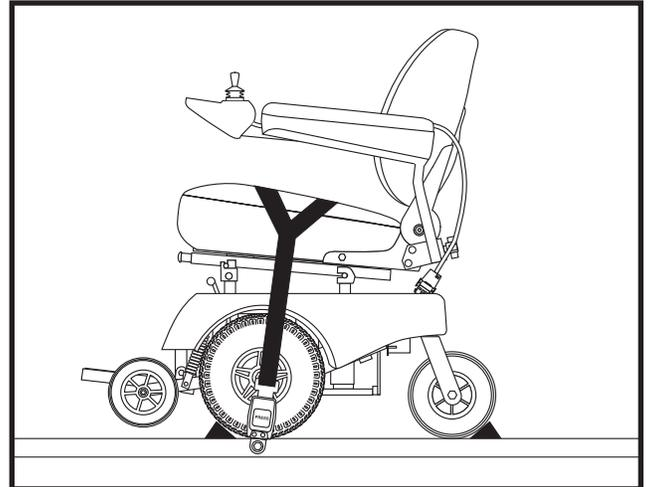

Figure 10. Y – Positionnement de la sangle-Y
4. Fixez l'appareil de mobilité à la plate-forme en enroulant la sangle-Y autour du siège et en bouclant la sangle solidement. **Voir la figure 10.**